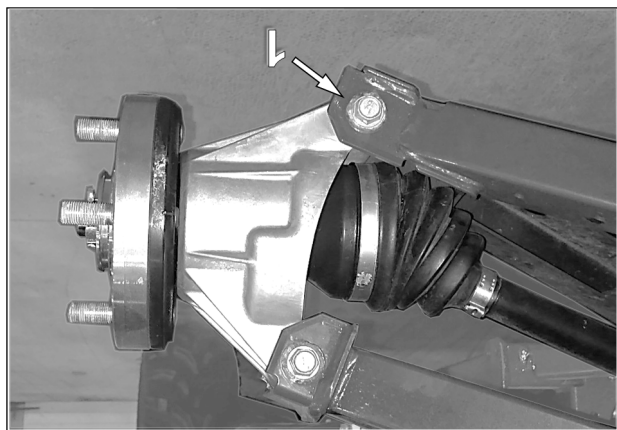

Fig. 6
5. Dévisser le boulon (1) qui relie le bras inférieur de suspension au moyeu de roue. Voir la Fig. 6